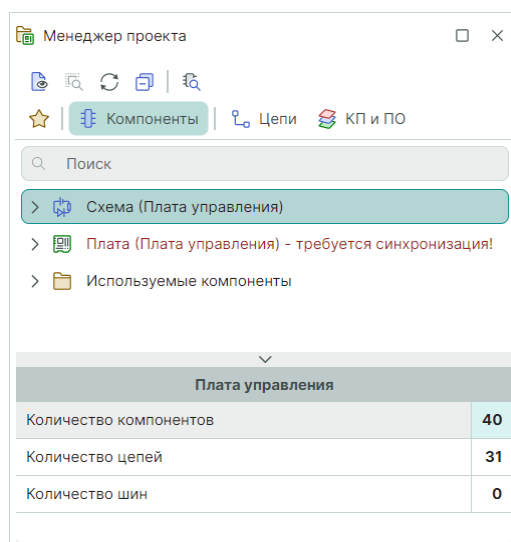

Рис. 292 Синхронизация через открытие платы проекта
1. Откройте плату проекта, см. Рис. 292.